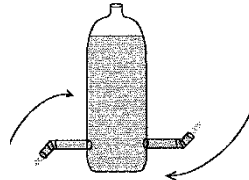

図1 製作の一例
1.5 リットルペットボトルに穴をあけ、ストローを取り付けて放水口とする。このペットボトルを水で満たし、天井から糸でつり上げて手を離す。すると、放水口から水が流れ出し、ペットボトルは回転する。さて、どのようなストローを配置すれば1.5リットルという限られた水の量で多く回転する装置を作れるだろうか（図1）。